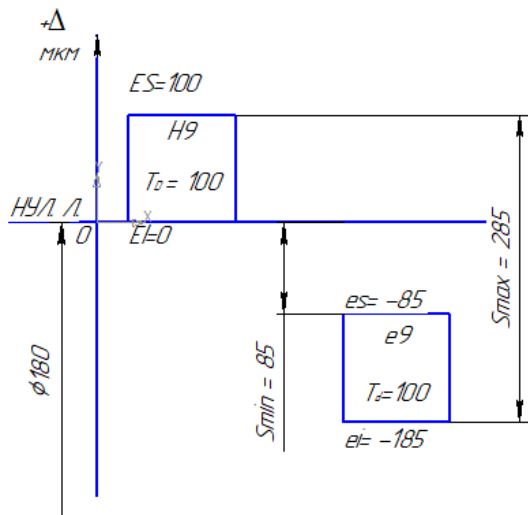

Рис. 2. Схема расположения полей допусков посадки с зазором
5. Построим схему расположения полей допусков (рис.2).